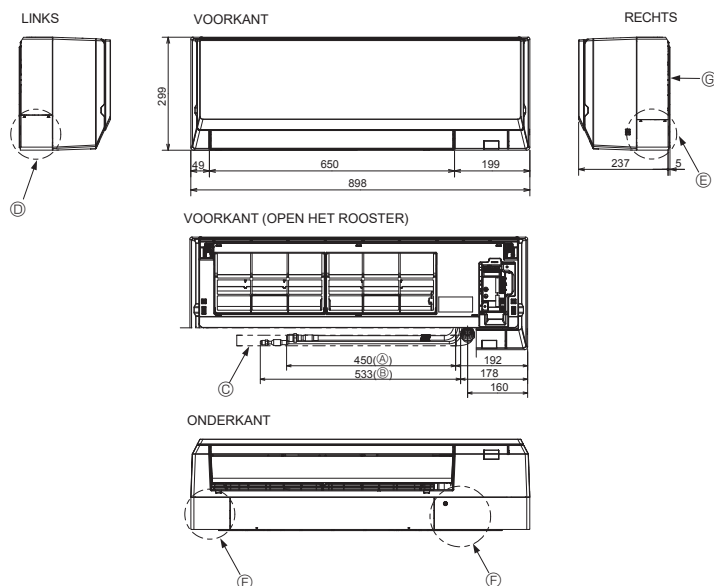

Fig. 4-3
4.3. Plaats van de koelstof- en afvoerpijpen (Fig. 4-3)